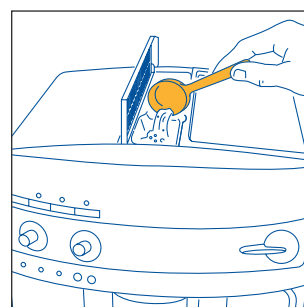

Fig.19
2. Sollevare il coperchietto al centro, inserire nell'imbuto **un misurino** di caffè pre-macinato (fig. 19) e procedere poi come descritto nel paragrafo 5.